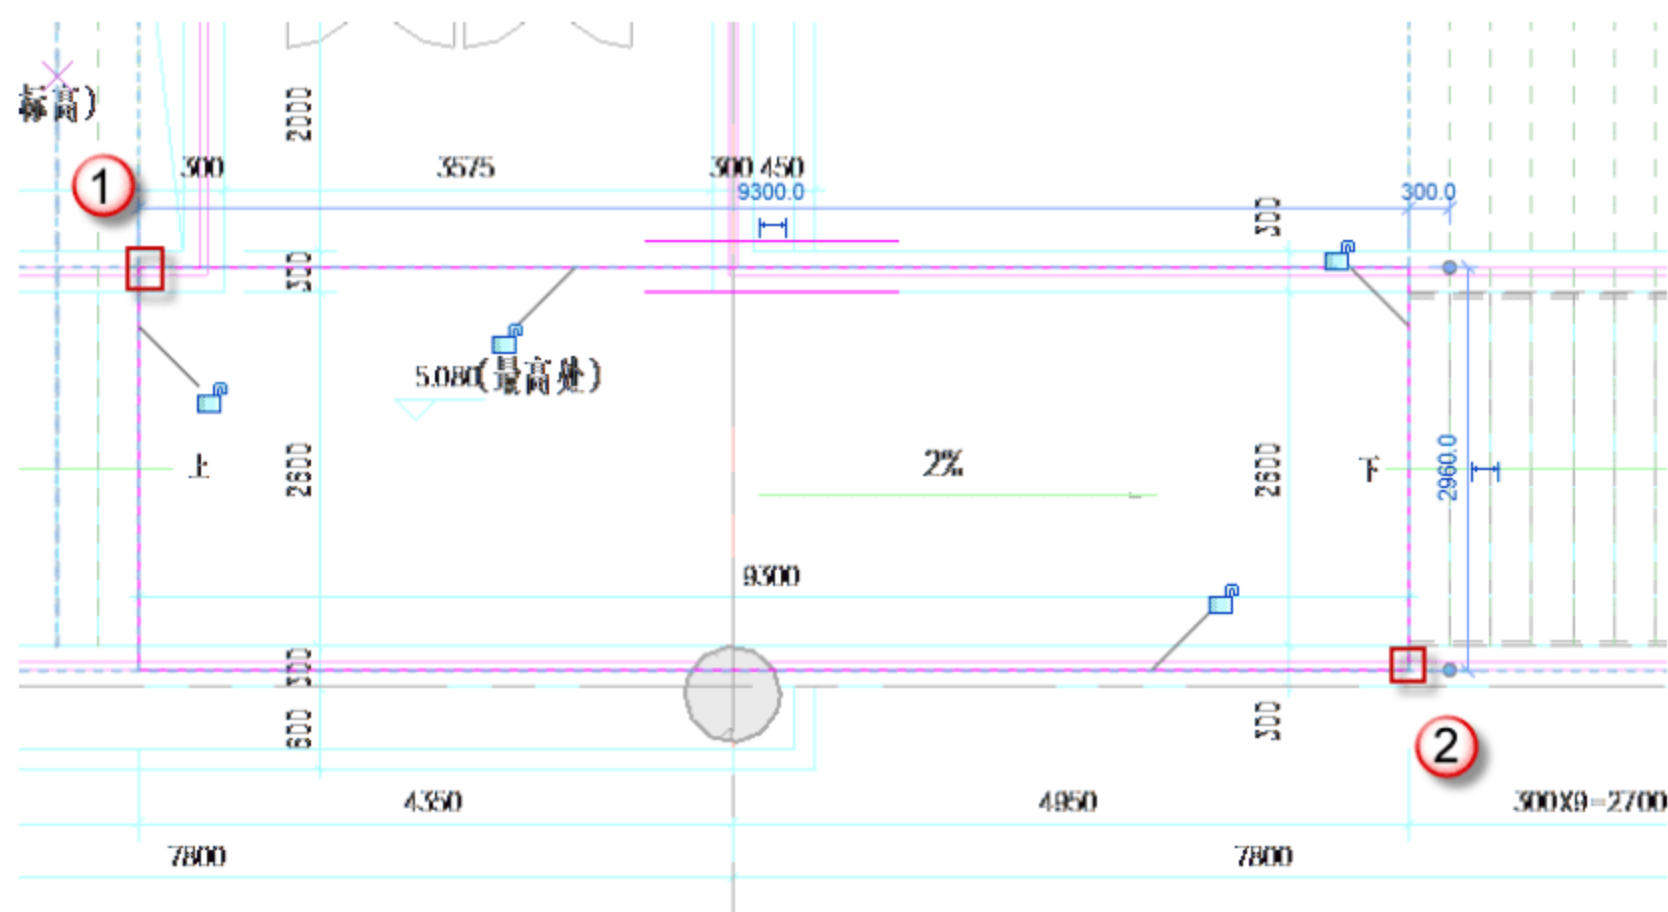

图 11.2.76 绘制休息平台
(11) 构建有坡度的休息平台。选择“建筑”→“楼板”→“楼梯(建筑)”命令,在激活的“修改/创建楼梯”选项栏中单击“边界线”中的“矩形”工具,然后绘制休息平台,用矩形绘制工具从端点“1”绘制到端点“2”,如图 11.2.76 所示。在激活的“修改/创建楼梯”选项栏中单击“坡度箭头”中的“直线”工具,捕捉楼梯边线“3”点向右绘制到楼梯边线“4”点,如图 11.2.77 所示,然后进入“属性”面板修改坡度属性,将“尾高度偏移”修改为“150.0”个单位,将最高处标高修改为“2”层,最后单击上下文关联选项卡的√按钮完成绘制,如图 11.2.78 所示。